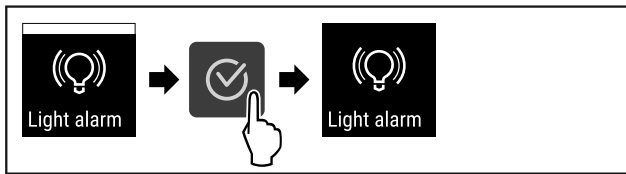

Fig. 99
- ▶ Følg anvisningene (se Fig. 99) .